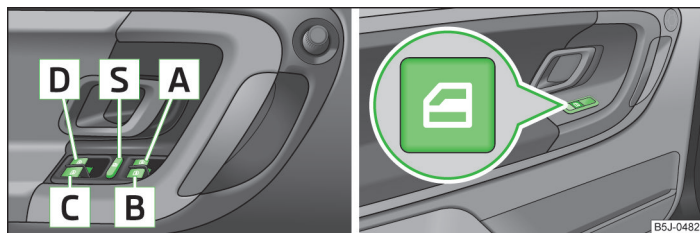

Fig. 20 Tastele din portiera șoferului/ portierele spate
- Când se transportă copii pe locurile din spate, vă recomandăm să scoateți din funcțiune comutatoarele din portierele din spate (comutatorul de siguranță) 5 » fig. 20 la pagina 40.
Tastele macaralelor geamurilor » fig. 20.
Prin apăsarea comutatorului de siguranță **[S]** » fig. 20, puteți scoate din funcțiune tastele acționării geamurilor din portierele din spate. Apăsând încă o dată comutatorul de siguranță **[S]**, puteți restabili funcționarea tastelor acționării geamurilor din portierele din spate.
- Mențineți tasta **[A]**¹⁾ în poziție de deschidere » fig. 20 la pagina 40.
- Mențineți tasta **[A]**¹⁾ în poziție de închidere » fig. 20 la pagina 40.